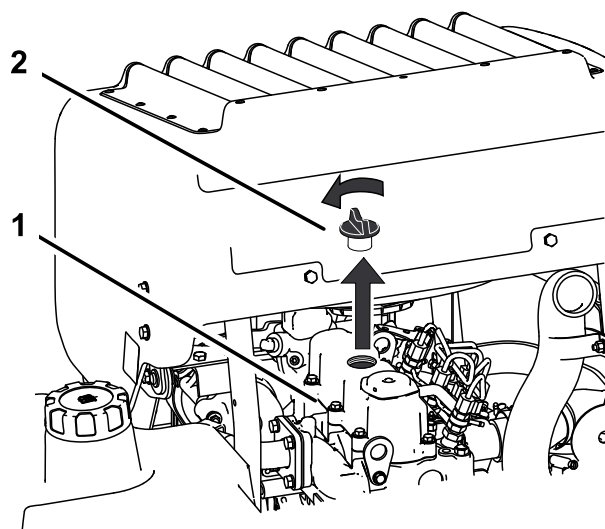

Figure 45
6. Retirez le bouchon de remplissage d'huile en haut du moteur (Figure 45). Cela facilitera la vidange de l'huile.
2. Retirez le bouchon de remplissage et la jauge (Figure 45).